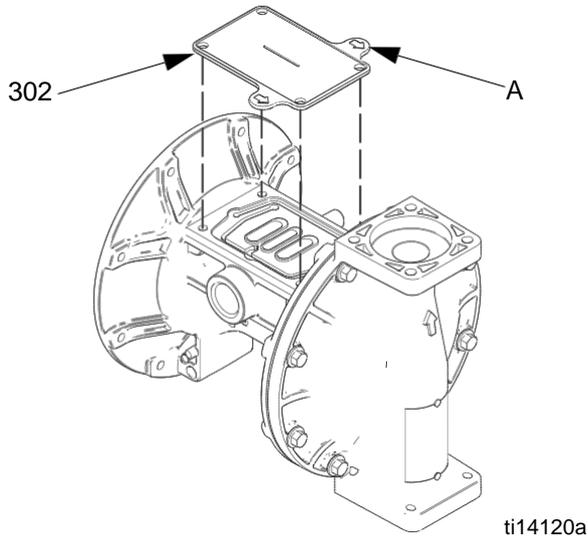

FIG. 7. Ferramenta para tampas de fluido
- c. Lubrifique os vasos em U (106) o comprimento e extremidades do veio do diafragma (104). Deslize o veio no encaixe.
- F Volte a colocar a primeira tampa de fluido (3). Siga as Instruções de aperto, página 15.
- a. Consultar FIG. 7. Coloque a ferramenta fornecida (302) onde geralmente está o vedante da válvula de ar (108). As setas (A) devem estar de frente para a tampa de fluido já ligada.